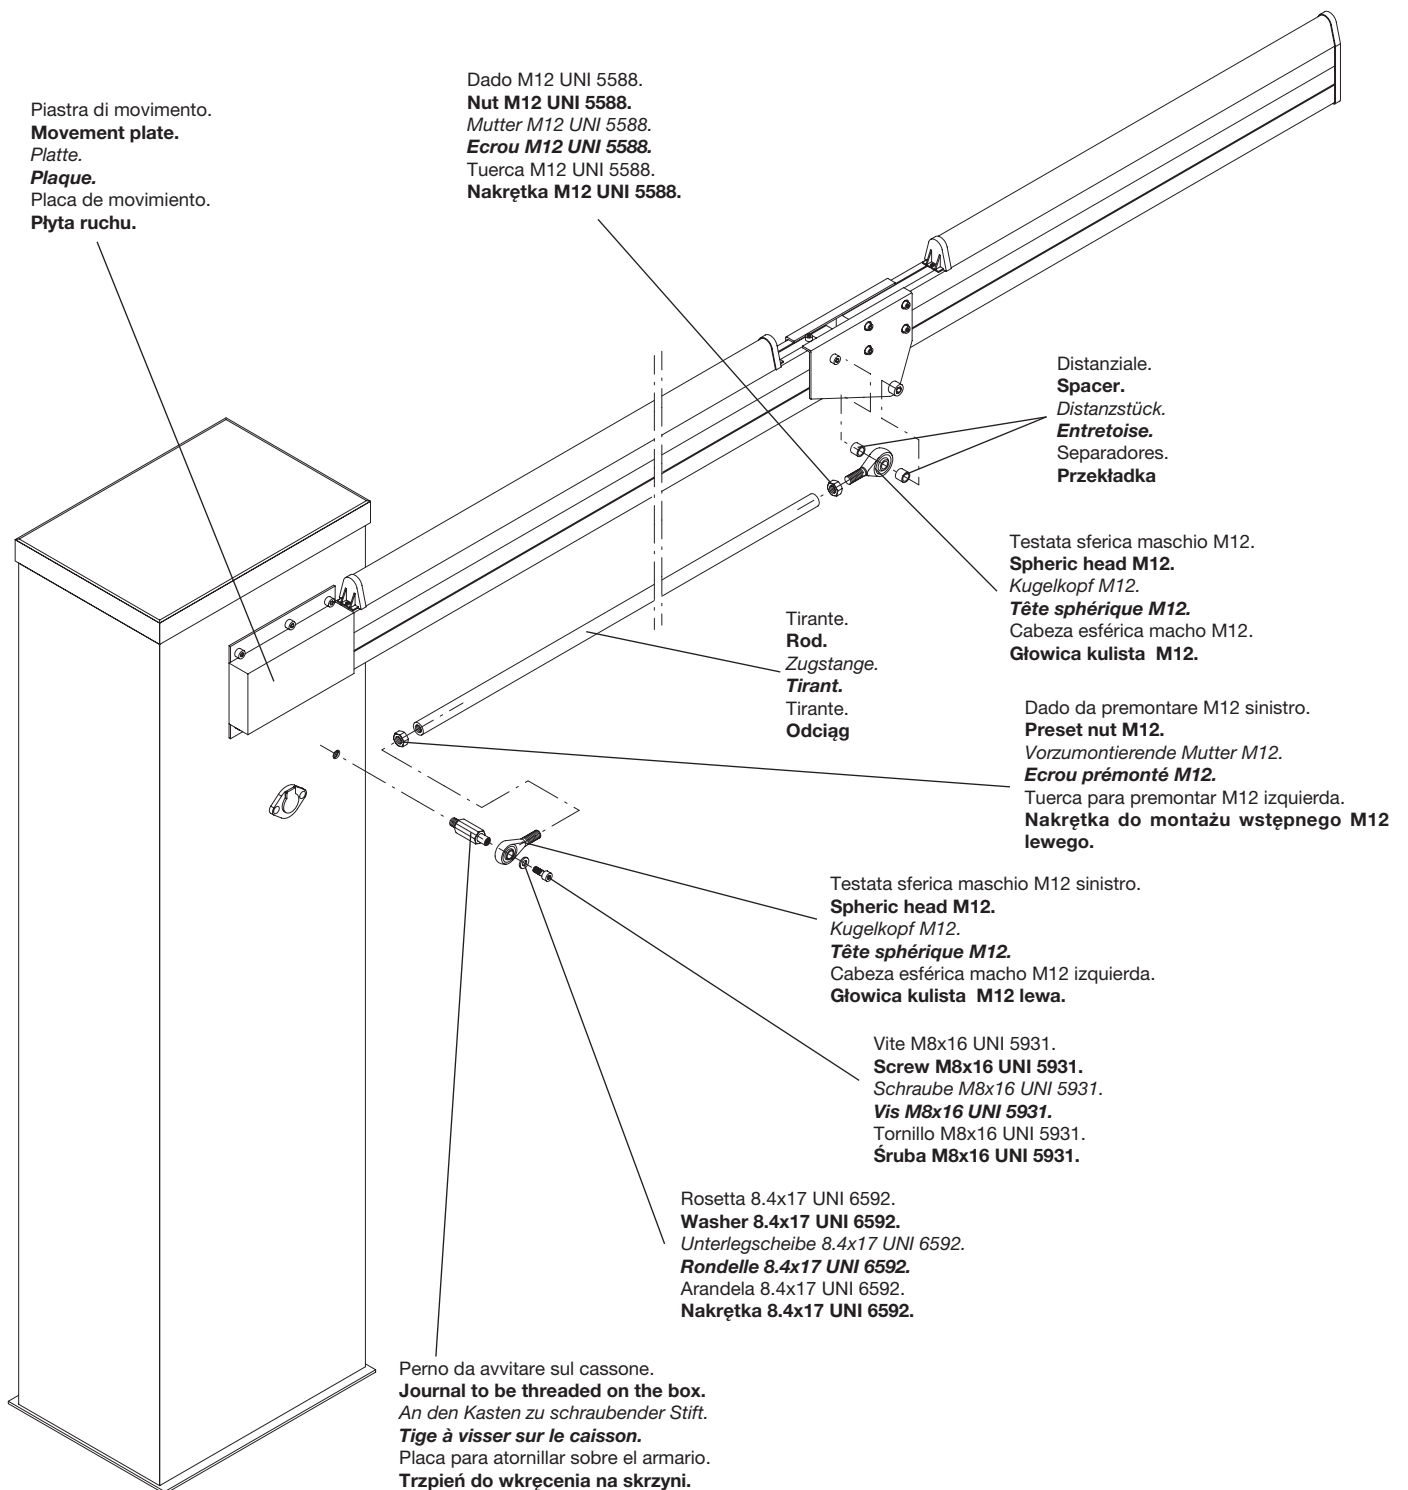

Fig.3
- Montare le testate sferiche sul tirante (dopo avervi premontato i dadi) fig. 3.
- Avvitare il perno filettato sul cassone (fig. 3), inserirvi la testata sferica e serrare la vite.
- Fissare il profilo L1 alla piastra di movimento (fig. 3).
- Fissare il tirante, interponendo i distanziali, tra le due piastre con la vite M12 (fig. 3).
- Fit the spheric round heads on the stay bolt (after presetting the nuts) fig. 3.
- Screw the threaded journal on the box (fig. 3), insert the spheric head and tighten the screw.
- Fix the profile L1 to the movement plate (fig. 3).
- Fix the stay bolt (placing the spacers between), between the plates, through the screw M12 (fig. 3).
- Kugelköpfe an der Zugstange anbringen, nachdem dort die Muttern vormontiert worden sind (Bild 3).
- Gewindestift an den Kasten schrauben (Bild 3), Kugelkopf einfügen und Schraube anziehen.
- Profil L1 an der Bewegungsplatte befestigen (Bild 3).
- Zugstange befestigen und Distanzstücke zwischen beiden Platten mit Schraube M12 befestigen (Bild 3).
- Stift Ø 12 im Halter mit den beiden Schrauben M8 befestigen (Bild 3).
- Monter les têtes sphériques sur le tirant (après que vous ayez préalablement monté les écrous) Fig. 3.
- Visser la tige fileté sur le caisson (Fig. 3), puis insérer la tête sphérique et serrer la vis.
- Fixer le profil L1 à la plaque de mouvement (Fig. 3).
- Fixer le tirant, en interposant les entretoises entre les deux plaques avec la vis M12 (fig. 3).
- Montar las cabezas esféricas sobre el tirante (después de haber montado las tuercas) fig. 3.
- Atornillar el perno roscado sobre el armario (fig. 3), insertarle la cabeza esférica y apretar el tornillo.
- Fijar el perfil L1 a la placa de movimiento (fig. 3).
- Fijar el tirante, interponiendo los separadores entre las placas con el tornillo M12 (fig. 3).